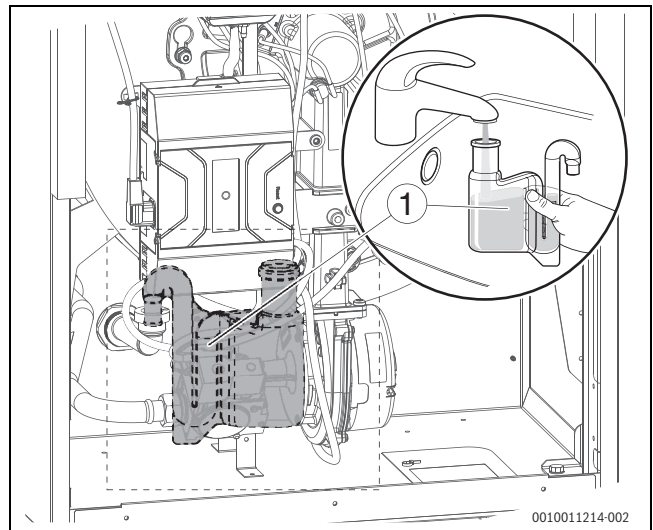

Bild 12 Position Siphon
- Siphon mit Wasser füllen (→ Bild 12).